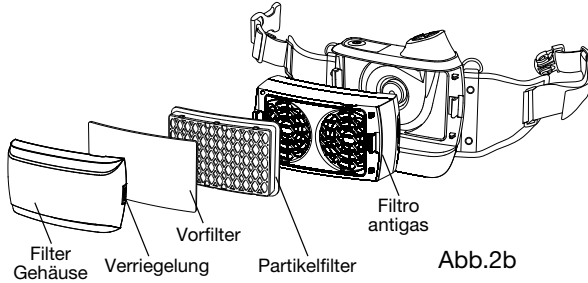

Abb.2b
- Bitte montieren Sie den Partikelfilter und den Gasfilter gemäß Abb. 2b.